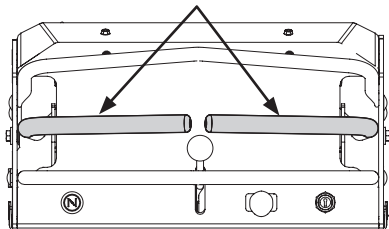

Fig. 9
1. Compruebe que las palancas de control de la transmisión derecha e izquierda están en la posición neutral y el freno de mano no está aplicado (Fig. 9).